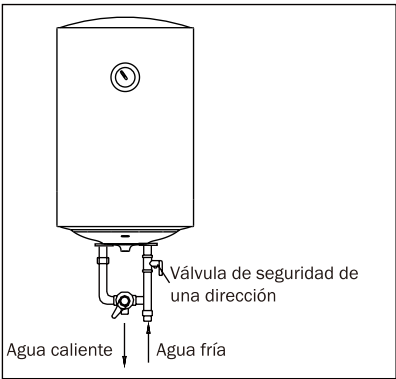

Fig. 5
- La válvula multifunción conectada con el termo debe instalarse en la entrada de agua fría de este termo. (mirar fig.5.)
(Fig.5)
- A válvula multifuncional conectada ao aquecedor deve ser instalada na entrada de água fria desta aquecedor. (ver fig. 5)